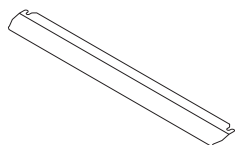

Figura 26
1. Un pannello di sicurezza è progettato per proteggere il pannello di controllo e i pulsanti, quando il forno è in modalità grill. (figura 26)